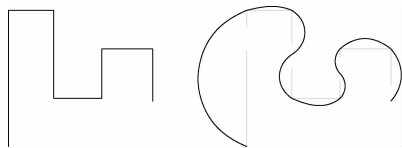

图 3-30 生成圆弧拟合曲线
- 拟合(F):生成圆弧拟合曲线,该曲线由圆弧段光滑连接(相切)组成,如图 3-30 所示。